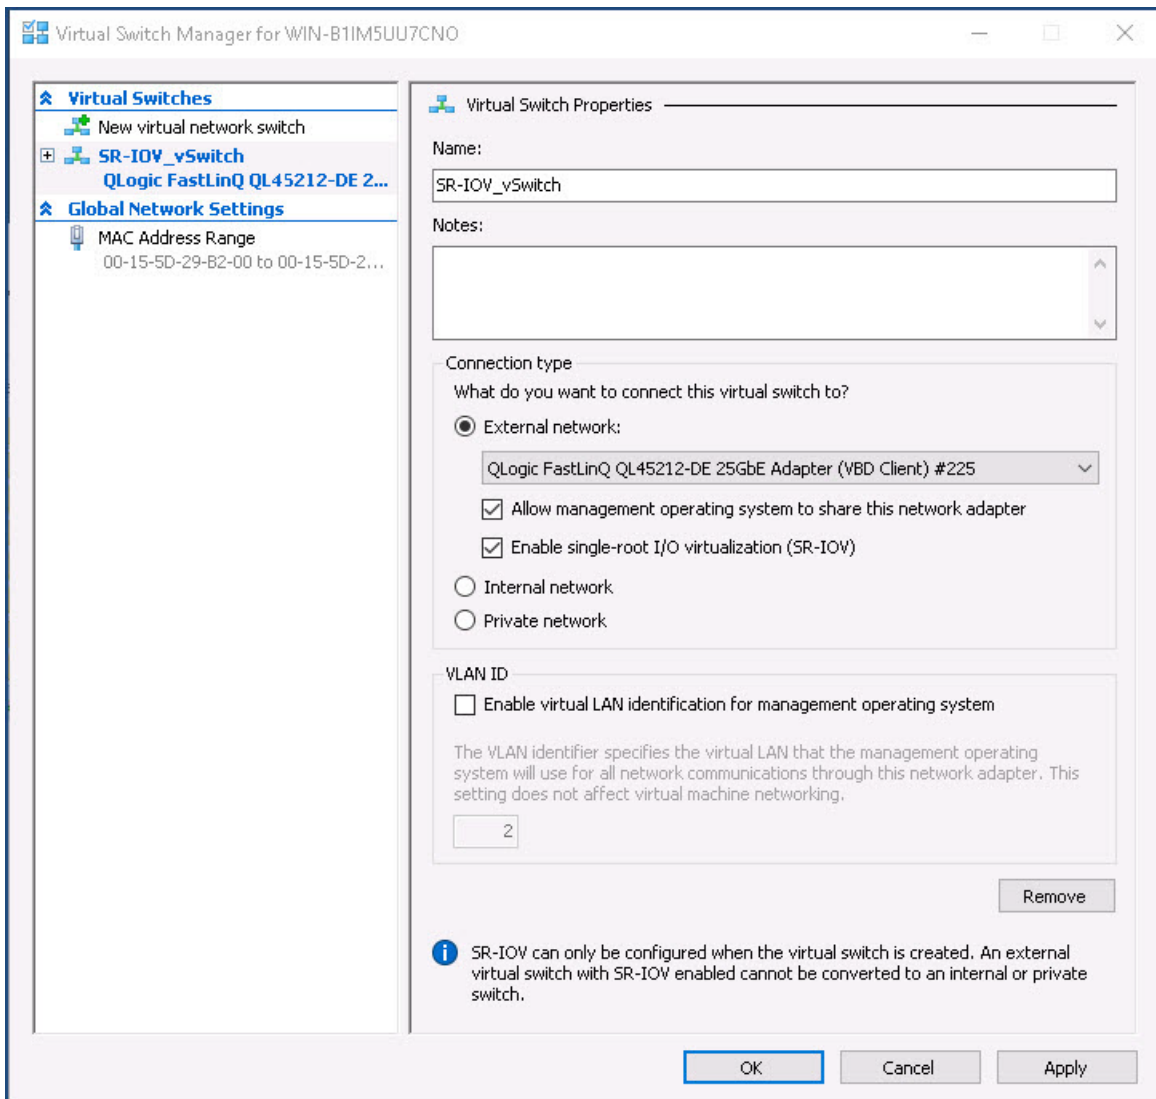

Figura 8-4. Administrador de conmutadores virtuales: Activar SR-IOV
10. Para crear un conmutador de máquina virtual con SR-IOV (Figura 8-4 en la página 91):